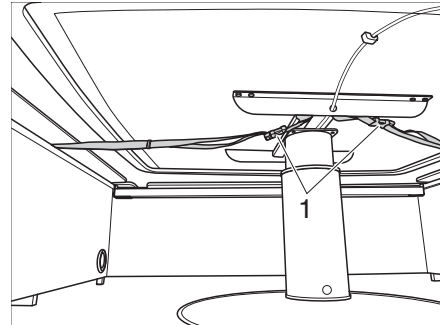

Fig. 60 Seguro con correas de la mesa elevadora
- ▷ La mesa elevadora no está fijada al suelo. Antes de comenzar el viaje, bajar la mesa elevadora hasta el tope inferior y fijarla con las correas (Fig. 60,1) debajo de los bancos de asiento.